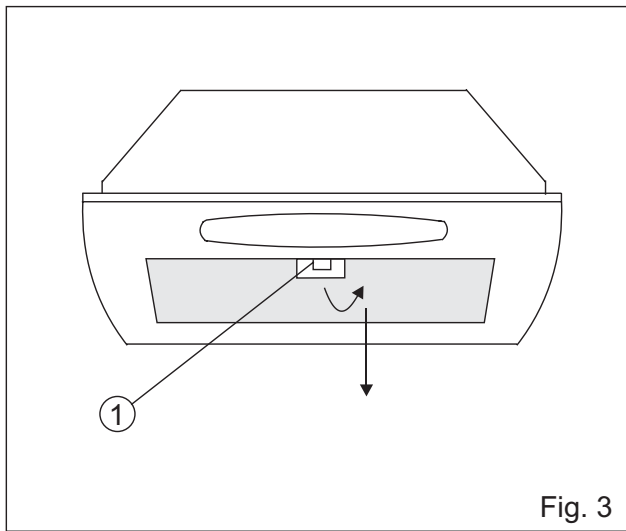
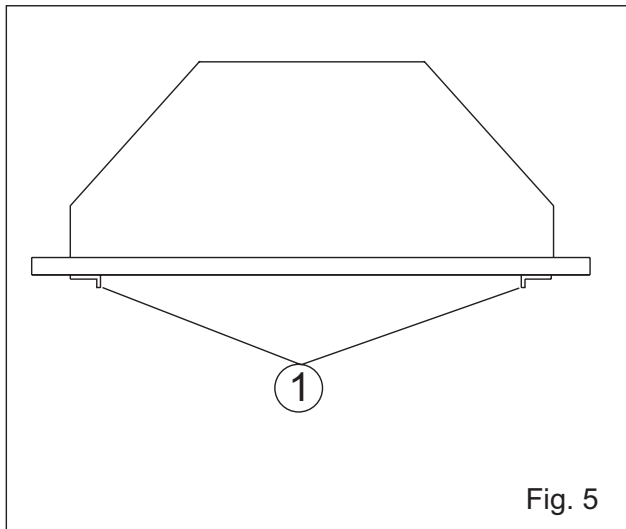
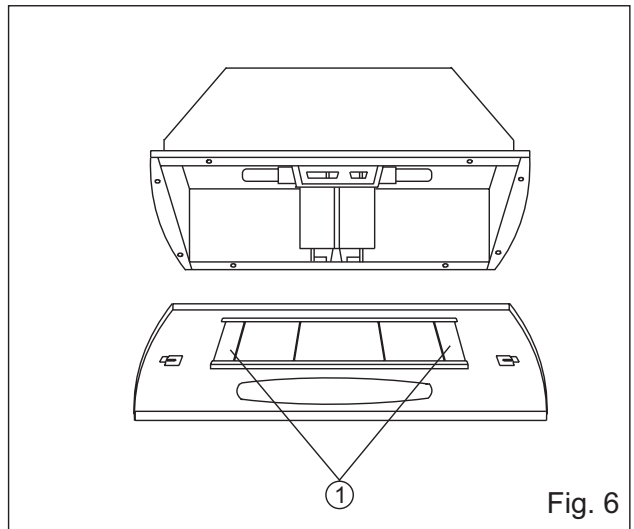

Fig. 3
Fig. 5
Fig. 6
1. Prendere il filtro dalla linguetta d'apertura (Fig. 3/1), piegarla verso di se ed abbassare il filtro in avanti, ripetere l'operazione in senso contrario per rimetterlo. Per i modelli dotati di griglia forata spingere le due maniglie l'una contro l'altra (Fig. 5/1) e sganciare la griglia dalla socca; sganciare i ferri femalfiltro (Fig. 6/1) e togliere il filtro per grassi.